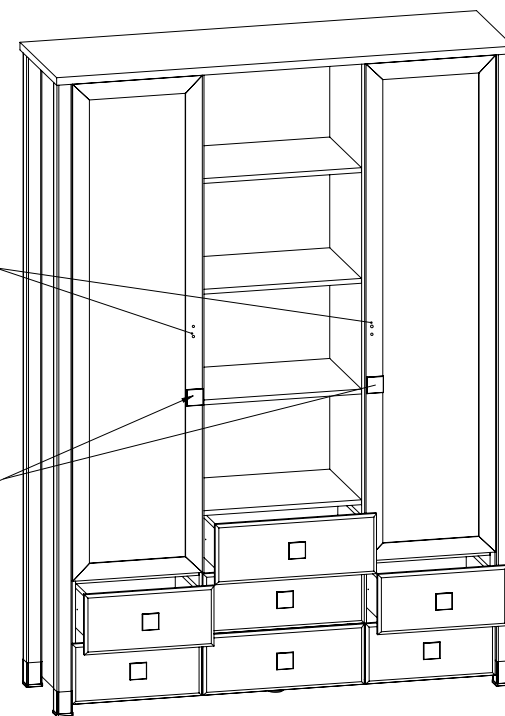

Рис.12
19. Установить двери, закрепив петли затяжными винтами. Отрегулировать двери с помощью регулировочных винтов (Рис. 11). После установки двери досверлить необходимые (нижние) отверстия для установки ручки. Неиспользуемые отверстия заглушить заглушкой-пробкой d5мм (Рис. 12). Закрепить винтами ручки на дверях.